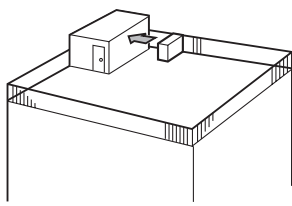

Fig. 2-4
- ① Օդի արտաթողքը տեղադրեք ամենամոտ պատի դիմաց՝ պատից մոտ 500 մմ հեռավորության վրա: (Fig. 2-4)